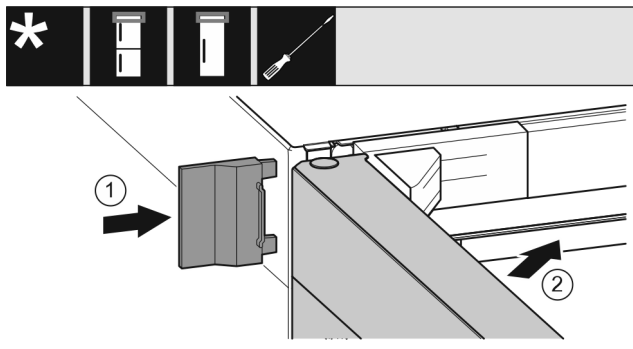

Fig. 43
- ▶ 插入外盖 Fig. 43 (1)。
- ▶ 关闭冰箱上方门 Fig. 43 (2)。